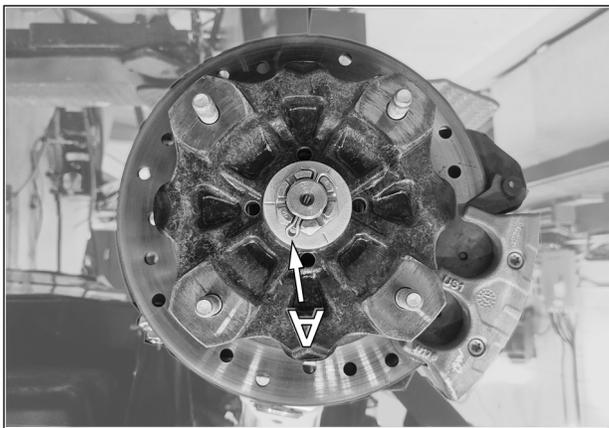

Fig. 17
7. S'assurer que la goulotte fendue (A) ne produise aucune interférence lors de l'assemblage du moyen du système. Le moyen du système de traction doit se positionner sans résistance au moyen du véhicule. Voir la Fig. 17